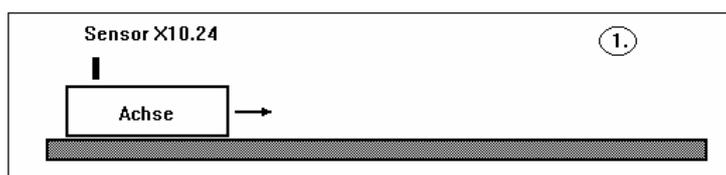
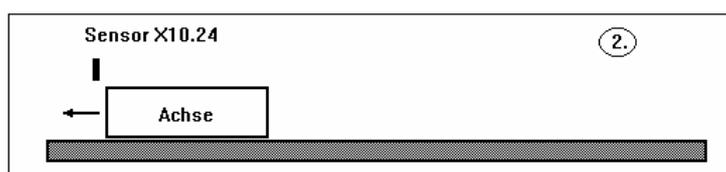

Abb. 3: Start der Referenzfahrt mit automatischer Richtungswahl
Abbildung 4:
2. Bei Referenzarten mit Referenzsensor wird die Referenzfahrt in der entgegengesetzten Richtung begonnen, wenn der Referenzsensor bereits beim Start der Referenzfahrt aktiv ist. (siehe Abbildung 3). Nachdem der Referenzsensor frei wird (inaktiv), wird die Achse gestoppt (siehe Abbildung 4). Anschließend wird in der angegebenen Referenzrichtung der Referenzsensor angefahren und die Referenzfahrt entsprechend der Referenzart beendet.